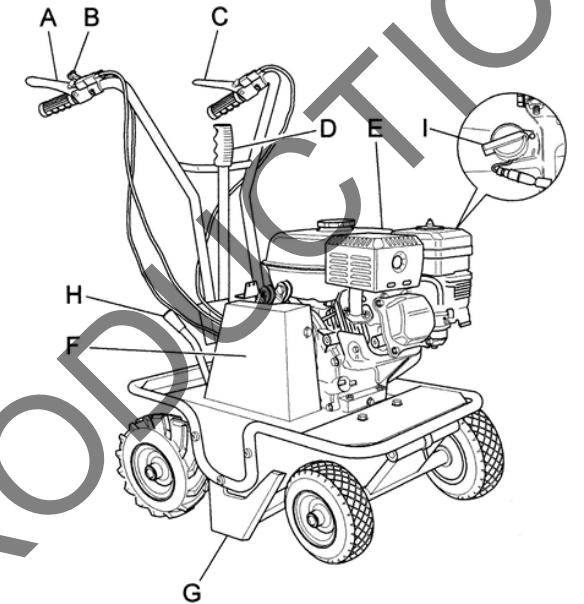
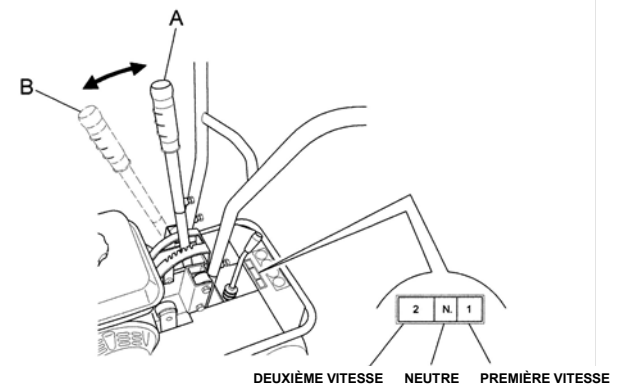

Fig. 1
Fig. 2
Ce levier sert à ajuster la hauteur de coupe selon le type de terrain et l'épaisseur du gazon à couper. (Fig.2 Ref. A)
La coque (Fig. 1, ref. F) empêche tout contact avec les pièces en mouvement de la machine. Il est strictement interdit de faire fonctionner l'appareil sans la coque.
AVERTISSEMENT : Choisir la vitesse seulement après avoir désactivé l'embrayage d'avancement en relâchant le levier correspondant (fig. 1, ref. C).
1. Mettre le levier de vitesse (fig.2) à la première vitesse
2. Activer le contrôle de la lame avec le levier correspondant (Fig. 1, ref. A)
3. Pour déplacer l'appareil, accélérer et activer l'embrayage d'avancement à l'aide du levier correspondant (Fig. 1, ref. C).
4. Pour choisir une autre vitesse, l'embrayage d'avancement et l'embrayage de la lame doivent avoir été désactivés en relâchant leurs leviers (Fig. 1, ref. C et Fig. 1, ref. A). Choisir ensuite la position AVANT souhaitée (fig. 2) à l'aide du levier de vitesse (Fig. 2), réactiver ensuite le levier de contrôle de l'embrayage d'avancement (Fig. 1, ref. C) pour remettre l'appareil en mouvement.
5. Pour immobiliser la lame, relâcher le levier correspondant (Fig. 1 ref. A)
6. Pour interrompre le mouvement avant de l'appareil, relâcher le levier correspondant (Fig.1, ref. C), éteindre ensuite le moteur en mettant l'interrupteur en position (O) tel qu'illustré sur la figure 1, ref. I.
- 2) Au départ, il est recommandé de régler l'appareil à une hauteur de coupe relativement élevée (à l'aide du levier correspondant ; figure 2, ref. A), et de l'abaisser graduellement selon les conditions.
- 3) Embrayer la lame (Fig. 1, ref. A) seulement après avoir mis l'appareil en marche et activé les vitesses.
- 4) Avant d'embrayer la lame (Fig. 1, ref. A), déplacer progressivement l'accélérateur (Fig. 1, ref. B) jusqu'à la vitesse souhaitée
- Enlever la lame (Fig.1 Ref. G) en suivant les instructions fournies dans la section intitulée « Retirer et remplacer la lame ».
Le frein de service (Fig. 9 Ref. A) est relié au levier de contrôle du déplacement vers l'avant (Fig. 1 Ref. C).